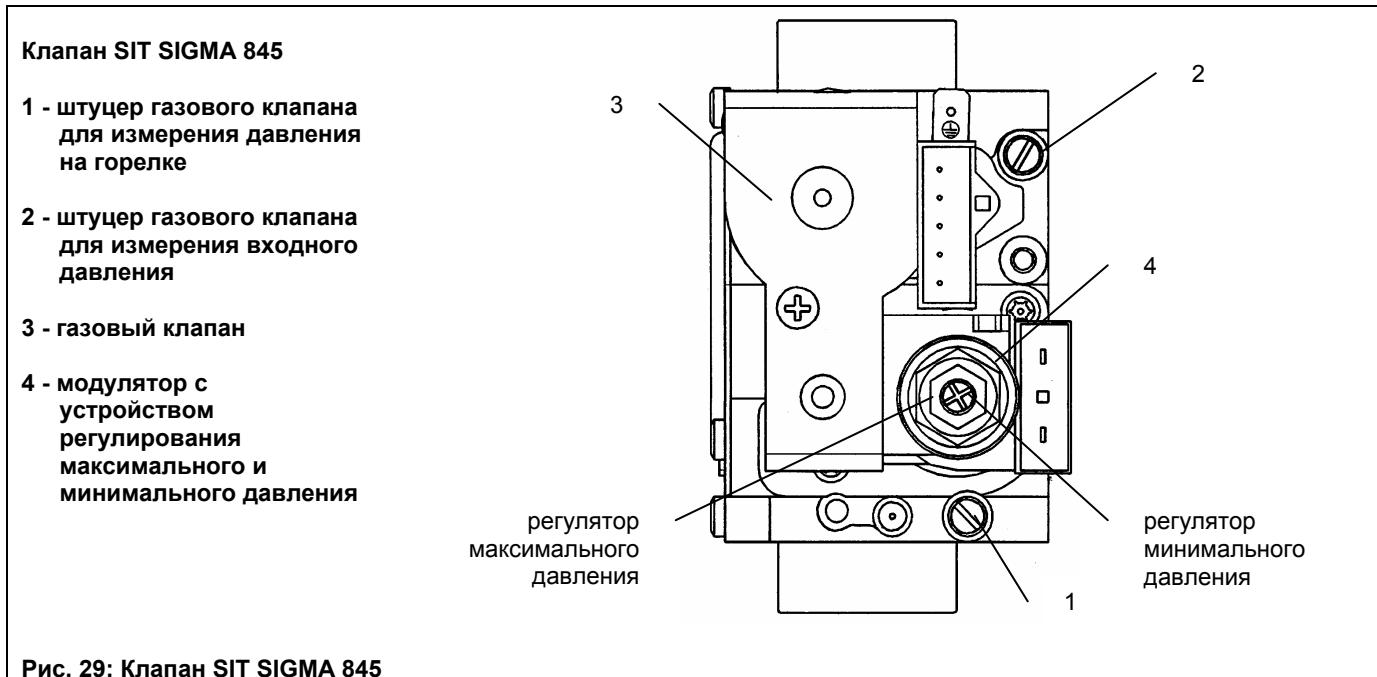

Рис. 29: Клапан SIT SIGMA 845
- Открутить винт на штуцере 2 (рис. 29) и присоединить к штуцеру 2 манометр.
- Проверить динамическое входное давление газа (штуцер 2, рис.29). Номинальные давления: 20 мбар для природного газа, 30 мбар для бутана, 37 мбар для пропана.
- Открутить винт на штуцере 1 (рис. 29) и присоединить к штуцеру 1 манометр.
- Проверить давление газа на горелке согласно таблице 3 для соответствующей модели котла и соответствующего типа газа. При необходимости снять крышку модулятора и поворачивать латунное кольцо (позиция 4, рис.29) до достижения давления, указанного в таблице 3 для соответствующей модели котла и соответствующего типа газа.